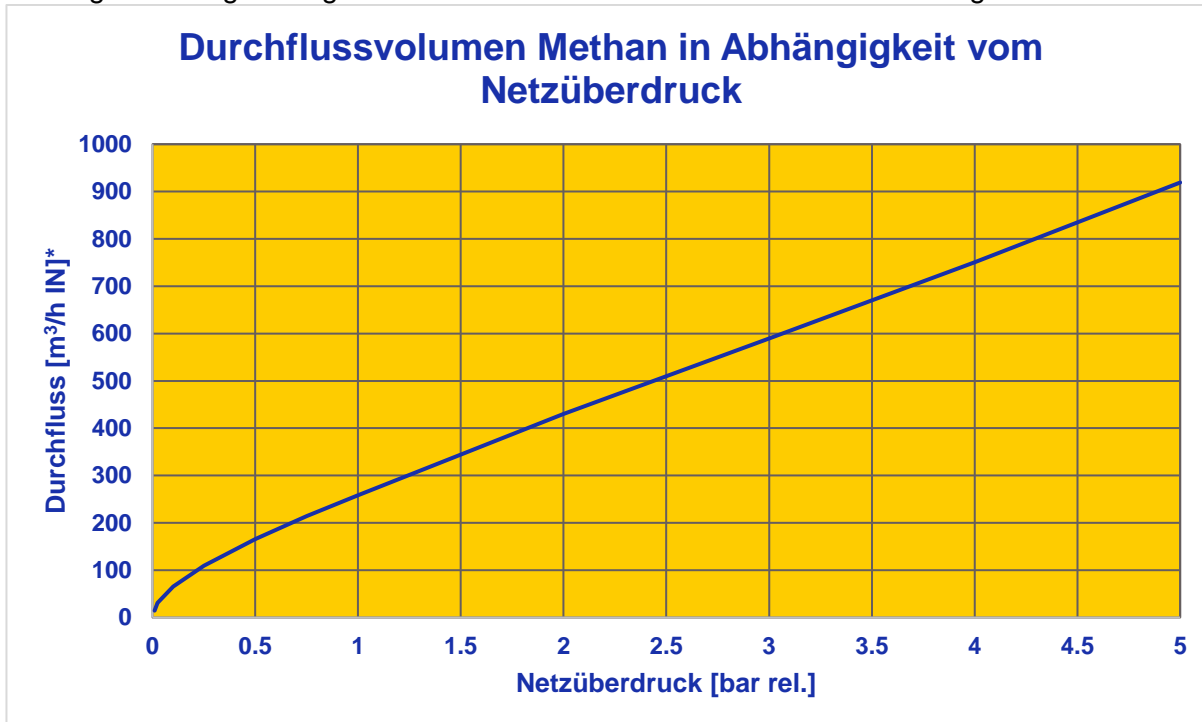
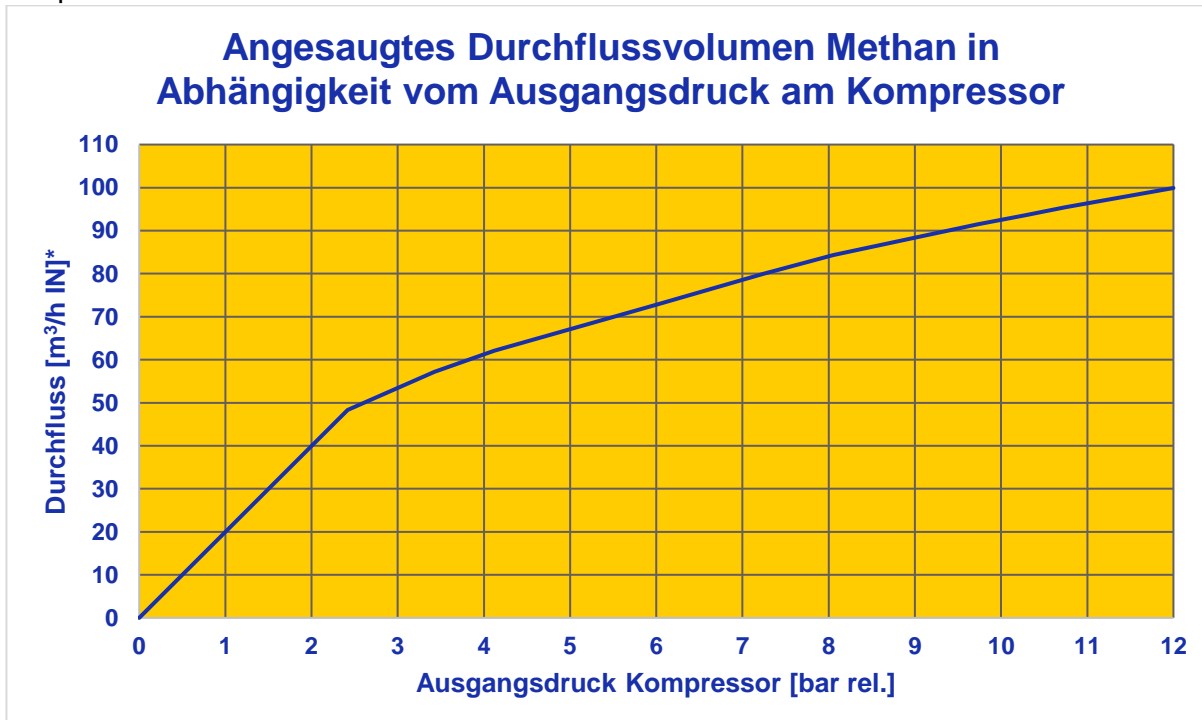

Bild 4: *Durchflussvolumen Methan in Abhängigkeit vom Netzüberdruck*
Bild 5: *Verhältnis angesaugtes Durchflussvolumen Methan zu Ausgangsdruck Kompressor*
- Durchlassvolumen: siehe Diagramme (Bild 4: und Bild 5: Seite 8)
* Erklärung zur y-Achse in Bild 4: und Bild 5: